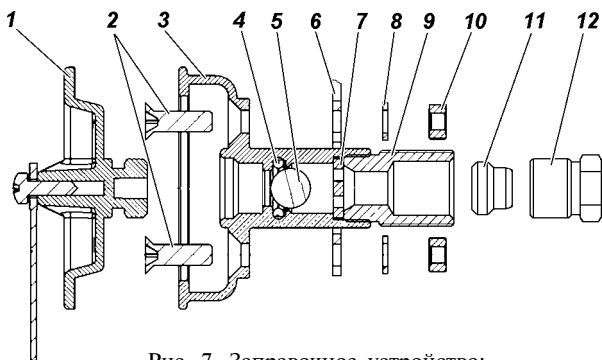
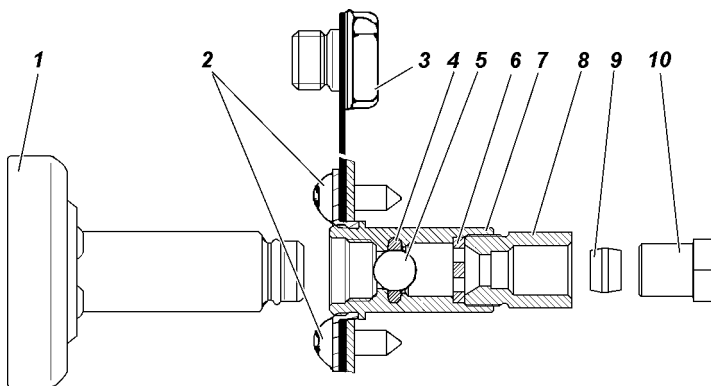

Рис. 7. Заправочное устройство:
Рис. 8. Наполнительный клапан с переходником:
**Заправочное устройство** в автомобилях УАЗ-23602, УАЗ-390945 (рис. 7) находится с правой стороны автомобиля и крепится к нему на кронштейне 6, а в автомобиле УАЗ-3163 (рис. 8) вворачивается в заправочный лючок с правой стороны. Заправочное устройство соединено с мультиклапаном баллона автомобиля через трубку 4 (рис.1-3) и закрыто заглушкой 1 (рис. 7) или пробкой 3 (рис.8). Для автомобиля УАЗ- 3163 при заправке после снятия пробки 3 ввинчивается переходник 1 (см.рис 8). Заправочное устройство не требует специального технического обслуживания. Проверку на герметичность каждого соединения клапана и соединения между медной трубкой и клапаном производить с помощью мыльной воды, через каждые 100000 км.